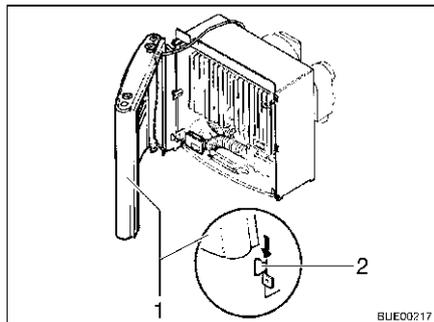

Bild 124 Heizungsverkleidung, Haltetaschen
- Heizungsverkleidung montieren. Dazu Verkleidung (Bild 124,1) auf die unteren Haltetaschen (Bild 124,2) stellen.